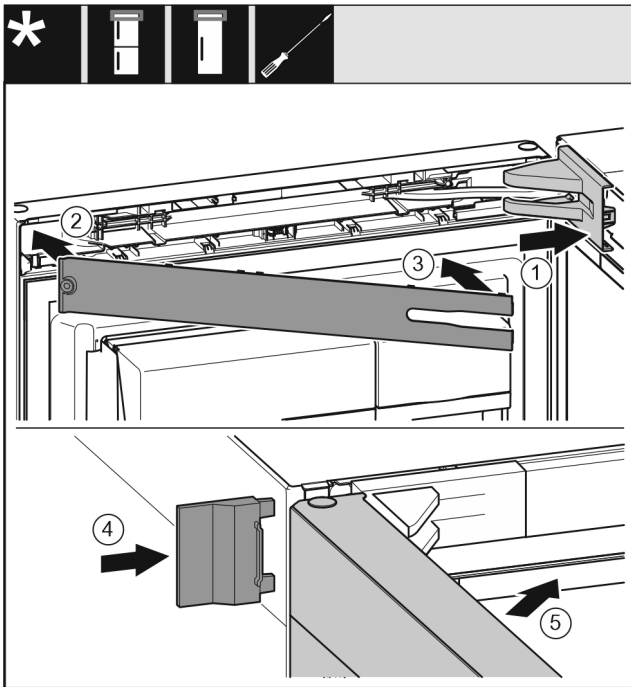

Fig. 57
- Mettre en place le cache du support de palier Fig. 57 (1) et l'enclencher. Au besoin, l'écarter avec précaution.
- Poser le cache Fig. 57 (2).
- Faire pivoter le cache Fig. 57 (3) et l'enclencher.
- Insérer le cache extérieur Fig. 57 (4).
- Fermer la porte supérieure Fig. 57 (5).